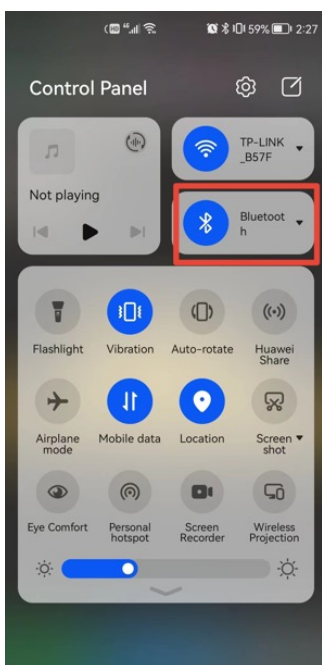

FIGURA 4
2. Attivare il Bluetooth del telefono, come mostrato nella figura 4.